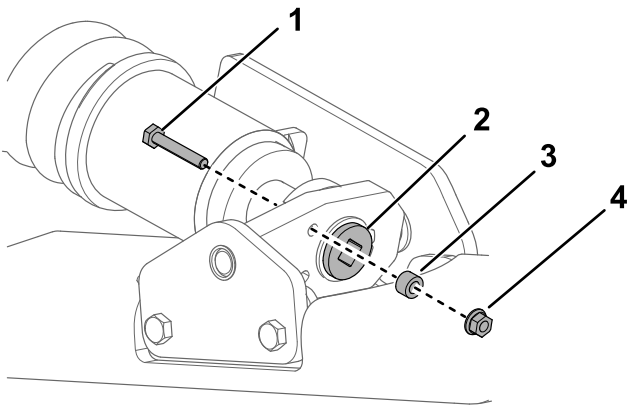
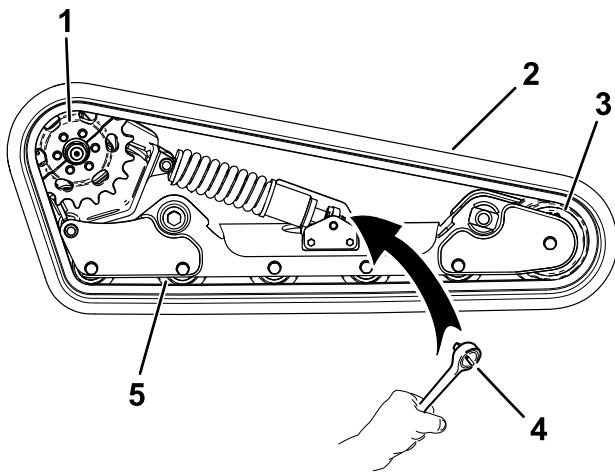

Bild 25
Bild 27
4. Entfernen Sie die Befestigungsschraube, Distanzstück und Mutter (Bild 25).
6. Fluchten Sie die am nächsten liegende Kerbe in der Spannschraube mit dem Loch der Befestigungsschraube aus und befestigen Sie die Schraube mit der Befestigungsschraube und Mutter (Bild 25).
7. Entfernen Sie die Befestigungsschraube, Distanzstück und Mutter (Bild 25).
8. Lösen Sie die Antriebsspannung mit einer Ratsche (1/2"), indem Sie die Spannschraube nach rechts drehen (Bild 25 und Bild 27).
- Wickeln Sie die neue Kette um das Vorderrad, dann um die Antriebsnabe an der Seite ohne Kettenrad (Bild 27).
- Schieben Sie die Kette unter und zwischen die Straßenräder und wickeln Sie diese um den unteren Rahmen (Bild 27).